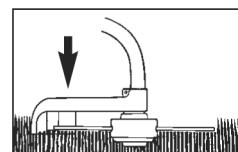

Fig. 5A
Zur Verlängerung des Schneidfadens, lassen Sie den Motor auf Vollgas laufen und tippen ("BUMP") den Fadenkopf auf den Boden. Der Faden wird automatisch verlängert. Das Messer am Schutzschild kürzt den Faden auf die erforderliche Länge (Fig. 5A)
11. Trimmen Sie die Fadenschnur auf ca. 5" (13cm), um den Motor in der Start- und Aufwärmphase geringer zu beladen (Fig. 5A).